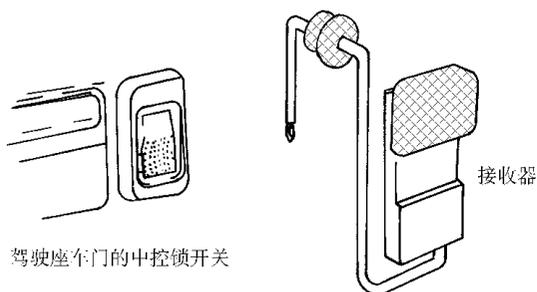

图 5-17 红外线接收器
1) 原因：侦测 B 柱处的红外线传感器，并测试红外线接收器（图 5-17），假如其电压经读取后为正确电压但无法保持，则先拆下左传感器再测右传感器。然后用同样方法测试左传感器。
(3) 症状 3：系统功能退化。